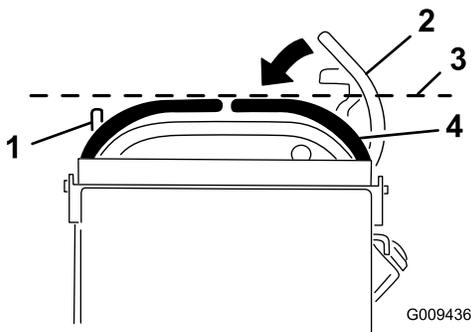

Bild 67
3. Drücken Sie den rechten Fahrtriebshebel nach unten und außen aus der arretierten Neutral-Stellung (Bild 67).
4. Prüfen Sie, ob er horizontal mit dem linken Fahrtriebshebel ausgerichtet ist (Bild 67).